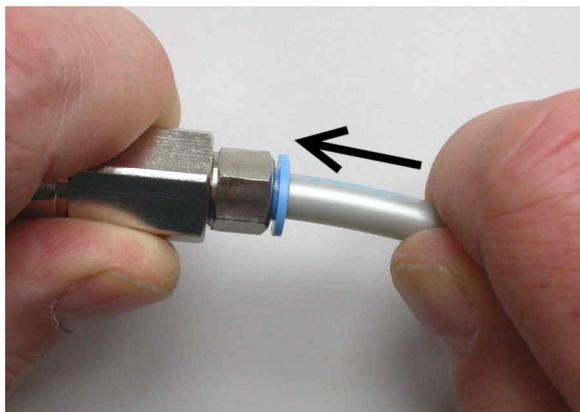

Figure 6-7 : Assemblage de l'adaptateur push-pull (à gauche) et du tube de 6 mm à (droite)
5. Poussez le tube jusqu'au bout dans l'adaptateur, comme illustré à la Figure 6-7.